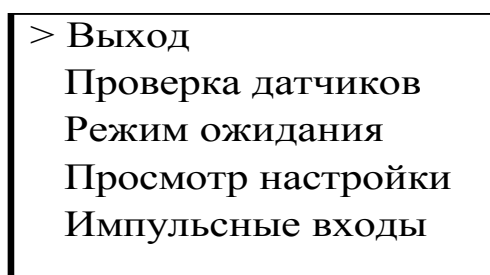

Рис. 21 - Службное меню для специалистов
3.6.5.2 Для входа в меню из основного режима требуется нажать следующую комбинацию клавиш: кнопки «3» и «4» одновременно, кнопка «2», кнопка «1», кнопка «2», кнопка «4». На экране появится службное меню для специалистов (см. рис. 21).